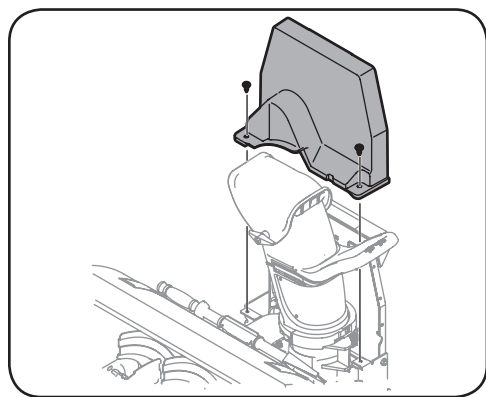

Figura 5-1
1. Retire la cubierta plástica de la correa del accesorio quita nieve, para lo que debe sacar los tres tornillos autorroscantes que la sujetan. Consulte la Figura 5-1.
2. Retire la cubierta plástica de la correa del accesorio quita nieve, para lo que debe sacar los tres tornillos autorroscantes que la sujetan. Vuelva a consultar la Figura 5-1.